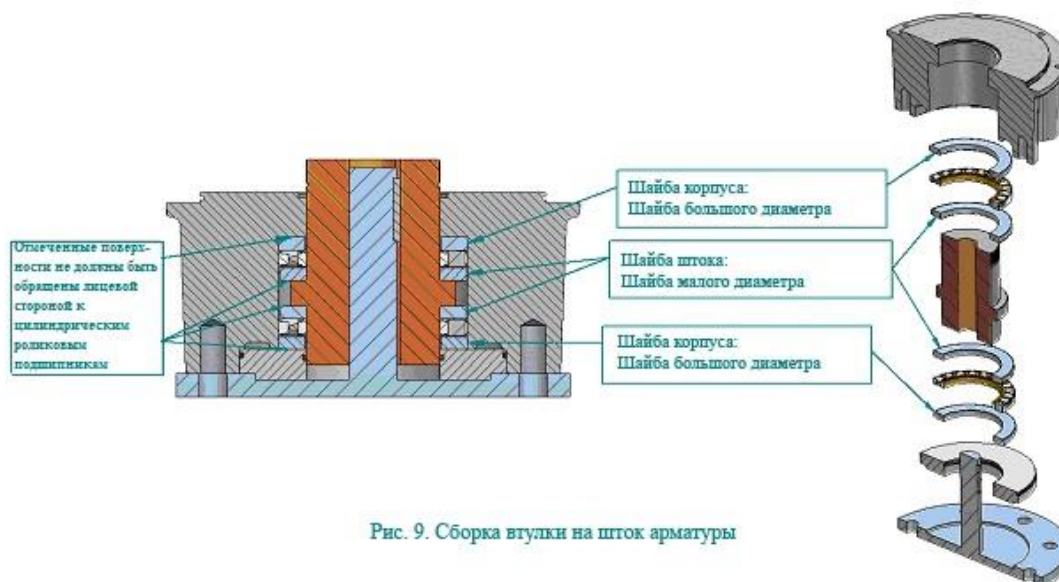

Рис. 9. Сборка втулки на шток арматуры
Для редукторов с цилиндрическими роликовыми подшипниками IB14 и IS14, IS16, и IS18-IS21 рекомендуется обработанную втулку (сборку втулки) установить прежде на шток арматуры, а уже потом осуществить всю остальную сборку редуктора. См. рис. 9 по деталям сборки.
- 1) Установите в следующем порядке; Центрирующее кольцо, шайбу корпуса (большой внешний диаметр), подшипник, шайбу штока (малый внешний диаметр), выходную втулку, шайбу штока (малый внешний диаметр), подшипник и снова шайбу штока (малый внешний диаметр) на шток арматуры как показано на рис. 9 ниже. Отмеченные поверхности шайбы ДОЛЖНЫ БЫТЬ расположены не лицевой стороной к подшипникам для уменьшения износа подшипников. Подшипники следует смазать соответствующей смазкой. Смажьте выходную втулку и шток арматуры. Обратите внимание, что внешнее и внутреннее уплотнительное кольцо по обе стороны от центрирующего кольца также следует смазать. Для дальнейших действий см. пункт 2.